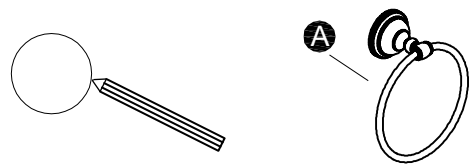

Fig. 1
1. Coloque el aro para toalla **A** en la ubicación deseada en la pared y marque suavemente el contorno del poste del aro para toalla **A** con un lápiz (Fig. 1).